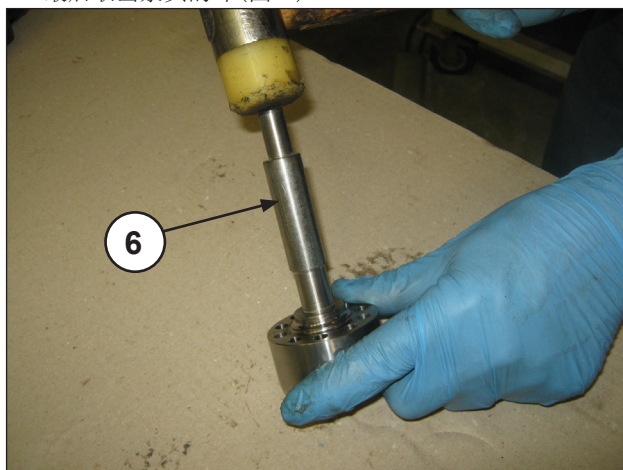
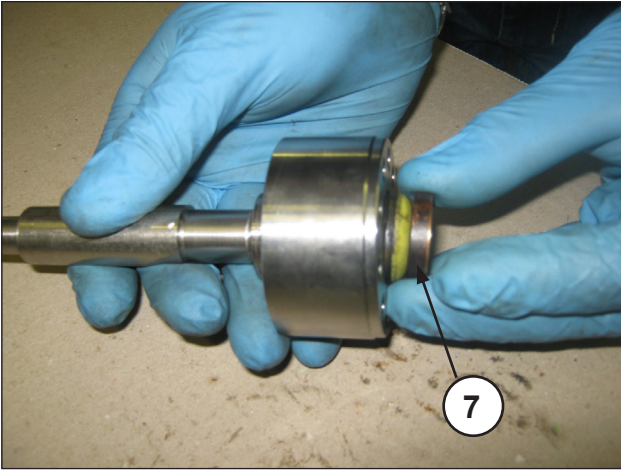

图36
图37
- 在HP(高压)密封圈支撑分开后，用专用的塑料销子(Ⓒ 图36)将H.P.(高压)密封圈组(Ⓓ 图37)顶出，最后取出泵头的环(图38)。